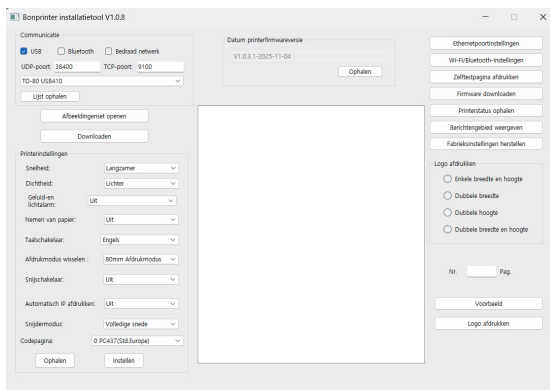

Bild 1
① Se till att USB-kabeln sitter ordentligt ansluten. Öppna installationsprogrammet (se bild 1).